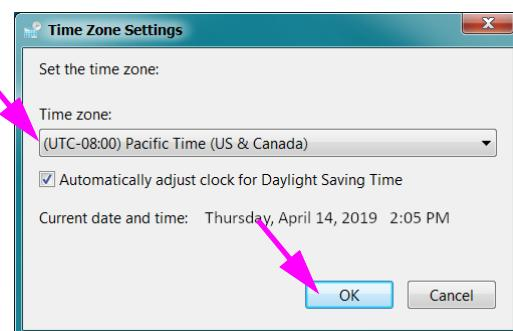

Figura 2-33. Finestra di dialogo Time Zone Settings (Impostazioni fuso orario)
5. Fare clic sul pulsante **Change Time Zone...** (**Modifica fuso orario...**). Viene visualizzata la finestra di dialogo Time Zone Settings (Impostazioni fuso orario). Vedere la Figura 2-33.